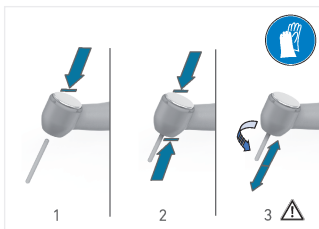

РИС.3
1. Отсоедините инструмент от переходника и извлеките бор (Рис. 3 шаг 1).